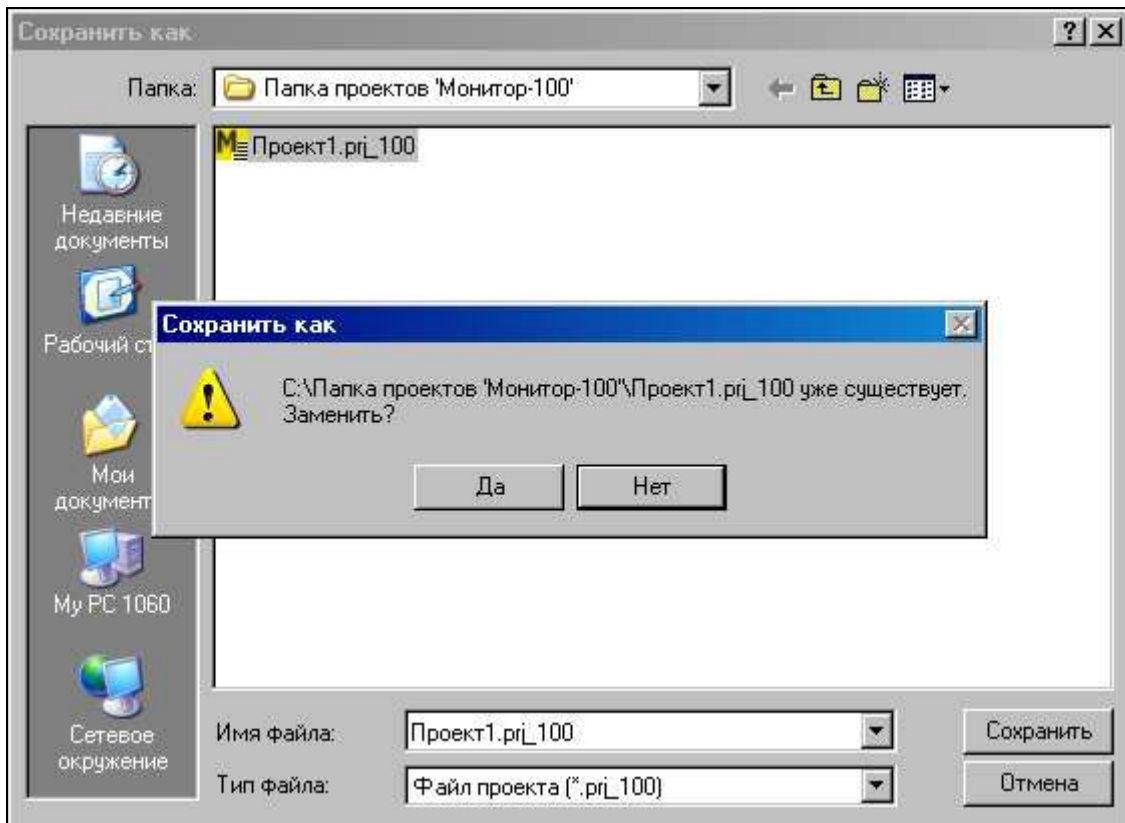

Рисунок 63
3.3.1.2 Для сохранения нового проекта путем замены проекта, созданного ранее, следует выбрать в окне «Сохранить как» имя уже существующего проекта и нажать кнопку «Сохранить». Откроется дополнительное диалоговое окно по замене существующего файла. Для замены старого проекта нажать кнопку «Да» (см. рисунок 63).